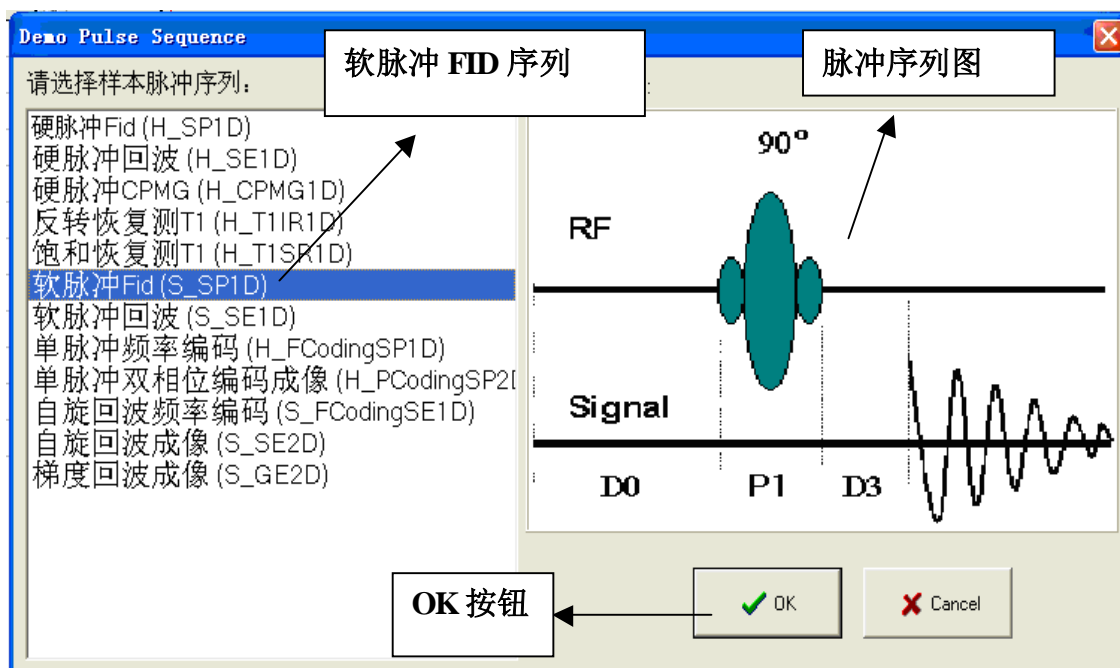

图3 软脉冲 FID 序列形式
软脉冲 FID 序列的序列形式如图 3 所示，其中各参数分别为：
- 5、单击  Demo 按钮,弹出 Demo Pulse Sequence 对话框,选择软脉冲 FID (S_SP1D) 序列,再点击 OK 按钮,如图 3 所示。